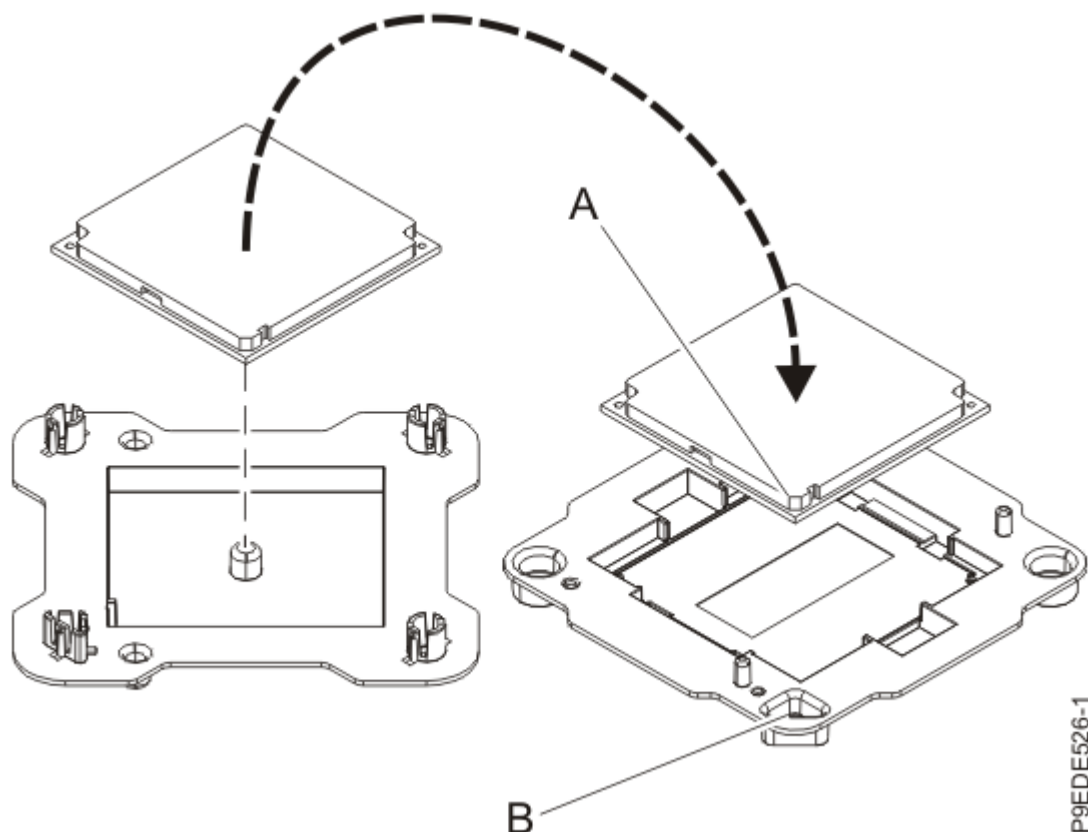

Figure 162. Positionnement du module processeur système dans l'emballage
12. Saisissez avec soin le module processeur système que vous avez remplacé par les côtés et ôtez-le du couvercle de l'emballage. Alignez l'angle biseauté du module **(A)** avec l'angle de l'emballage comportant un trou en forme de triangle **(B)** et placez-le dans l'emballage, comme illustré dans la Figure 162, à la page 179. Fermez le couvercle de l'emballage.